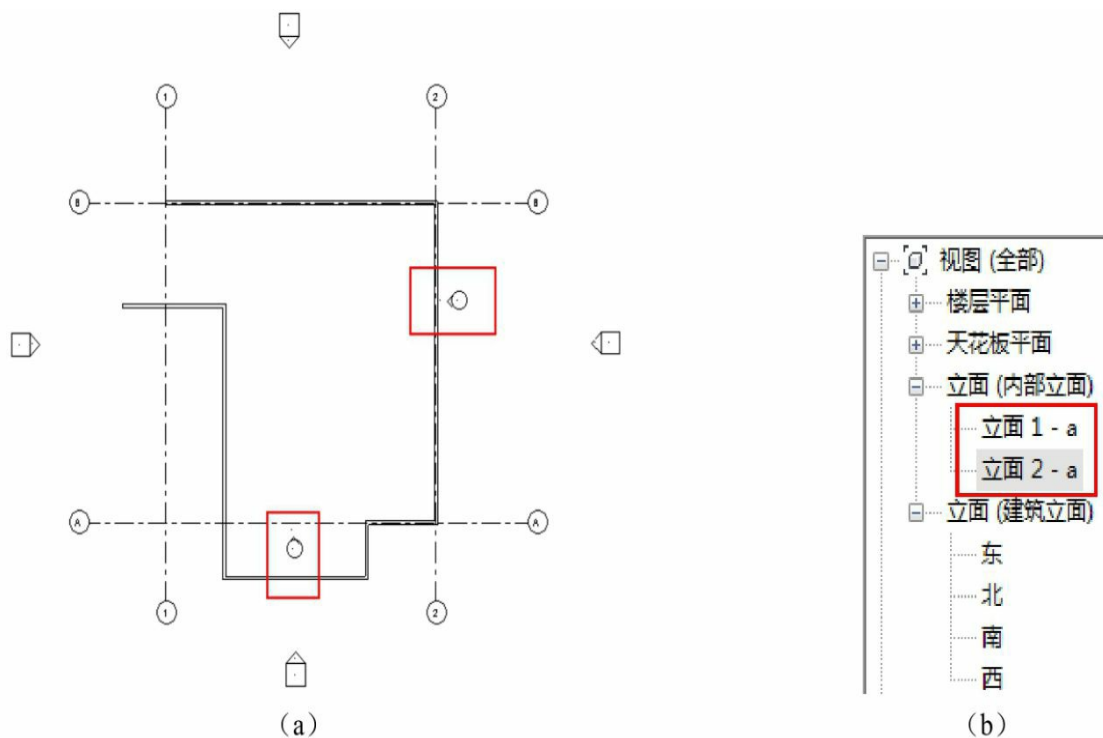

图1-33
(1) 单击“视图”选项卡>“创建”面板>“立面”下拉列表>“框架立面”工具。
(2) 将框架立面符号垂直于选定的轴网线或参照平面并沿着要显示的视图的方向单击放置，如图1-33 (a) 所示。观察项目浏览器中可看到添加了该立面，如图1-33 (b) 所示，双击可进入该框架立面。